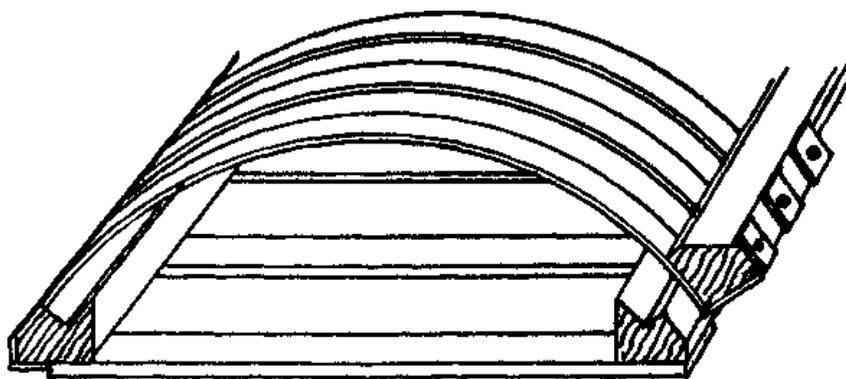

Fig. 127 — Sargento especial.
*Prensagem.* — Há muitos processos para se folhar: a prensa, a martelo, a grampos, a fita, a cordão, com sargentos especiais, a forma e com sacos de areia quente (Fig. 127).